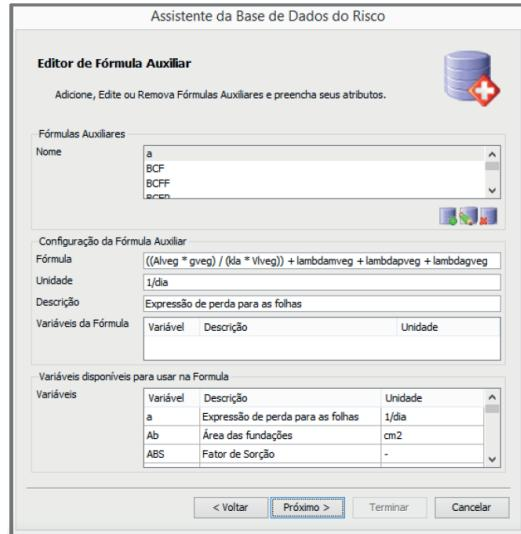

Figura 2.114 Editor de Fórmula Auxiliar
- Editor de Fórmula Auxiliar: na janela estão disponíveis para edição as **fórmulas auxiliares** utilizadas na metodologia escolhida na janela inicial (Figura 2.114).